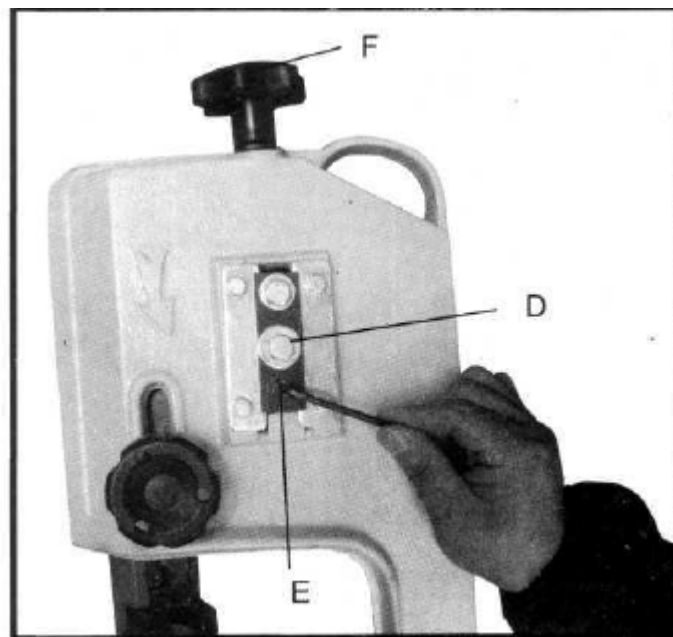

Fig. 7
3. Les paliers-guides et paliers-supports de lame (E), Fig. 7 (deux d'entre eux sont illustrés), doivent être séparés de celle-ci pour effectuer le réglage.
4. Desserrez la vis (D), Fig. 7.
6. Serrez la vis (D), Fig. 7, à la fin du réglage.
**7. IMPORTANT : LORS DE CE REGLAGE, LA VIS (E), Fig. 7, RISQUE D'ETRE TROP SERREE CE QUI NUIT A L'ALIGNEMENT DE LA LAME.** Dans ce cas, desserrez la vis de réglage (E) de plusieurs tours, mais ne la sortez pas de son orifice fileté et desserrez la vis (D). Tournez cette vis (D) dans le sens horaire jusqu'à l'arrêt, mais sans serrer. Tournez alors à fond la vis de réglage (E) dans le sens horaire. Mettez la machine en marche et tournez la vis de réglage (E) dans le sens horaire, un peu à la fois, jusqu'à ce que la lame soit correctement alignée, serrez alors la vis (D), Fig. 7.